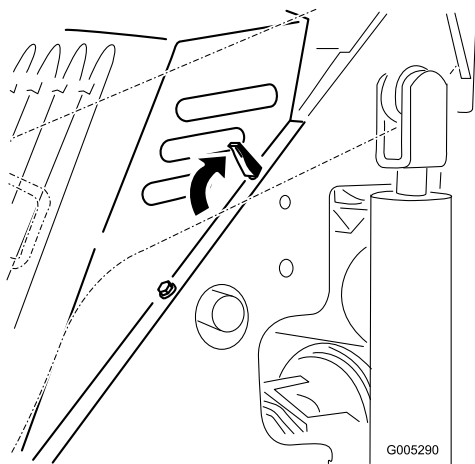

Рисунок 17
3. Освободите четыре фиксирующие лепестка (Рисунок 17 показан верхний левый лепесток).
1. Поместите капот на раму тягового блока так, чтобы штыри капота вошли в отверстия рамы (Рисунок 17).
2. Закрепите капот, задвинув фиксирующие лепестки вперед и вниз (Рисунок 17)